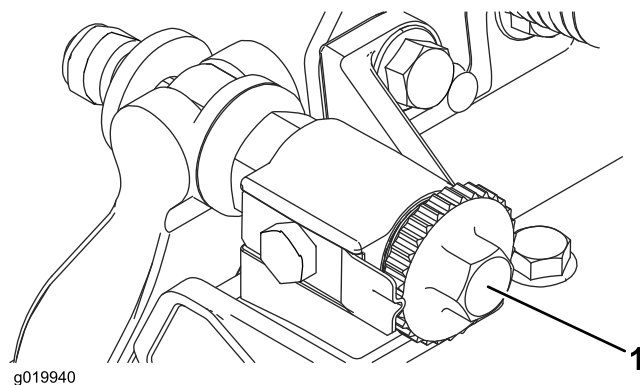

Figura 31
1. Allentate il contatto cilindro/controlama ruotando le manopole di regolazione della controlama (Figura 31) in senso antiorario finché non vi sarà più nessun contatto.